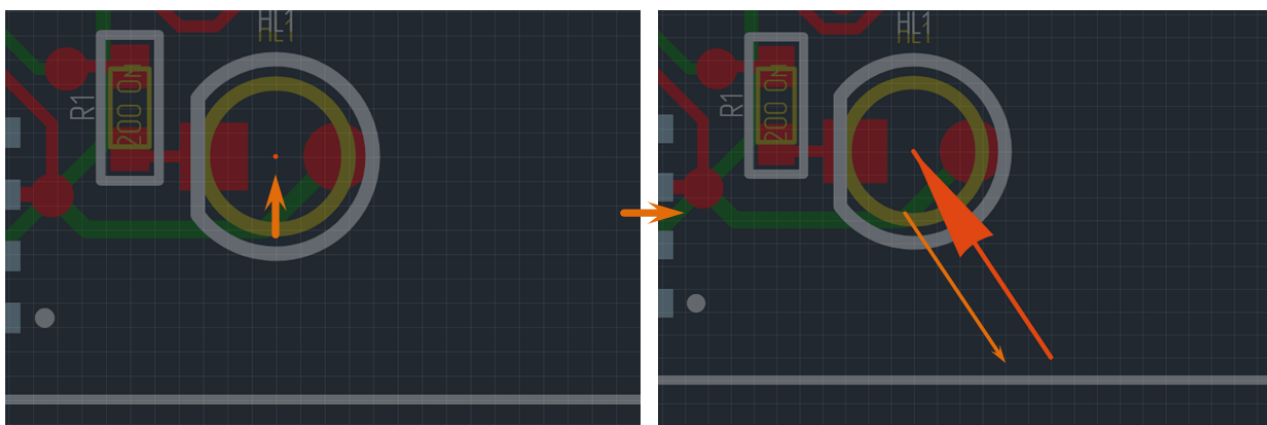

Рис. 306 Размещение выносной линии
4. Переместите курсор, возможный вид выносной линии будет отображаться на экране, см. Рис. 306.